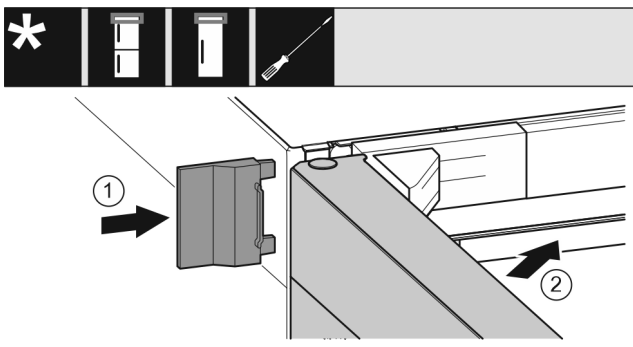

Fig. 21
- ▶ Wsunąć zewnętrzną osłonę. *Fig. 21 (1)*
- ▶ Zamknąć górne drzwi. *Fig. 21 (2)*